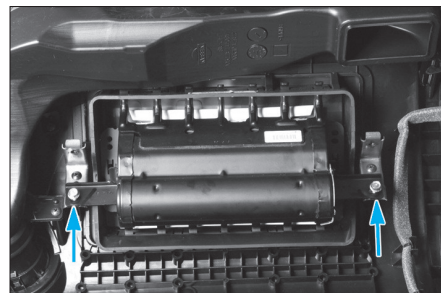

Fig. 3
- Déposer les deux vis de fixation du module (Fig.3).